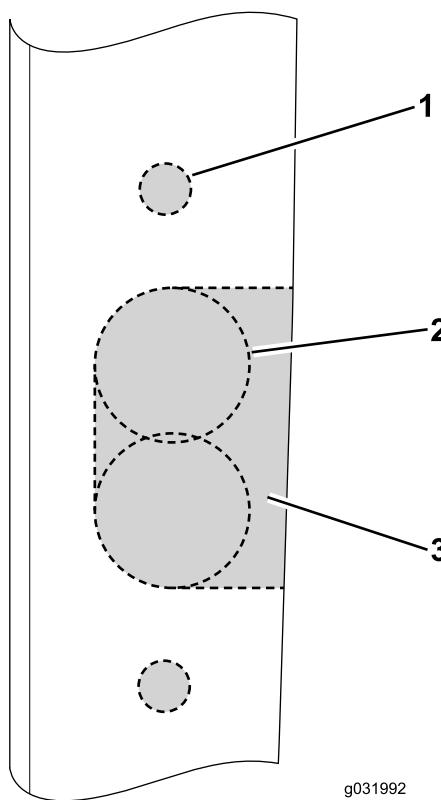

Figure 51
Figure 51
- Utilisez une scie cylindrique de 2,5 cm pour faire l'arrondi dans la découpe (Figure 51).